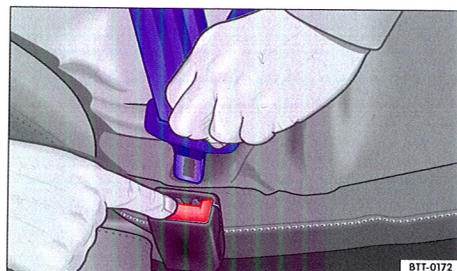

Fig. 66 Desfacerea clemei de fixare din catarama centurii de siguranță.
- Apăsăți tasta roșie din catarama centurii de siguranță ⇒ fig. 66. Clema de fixare sare din dispozitiv.